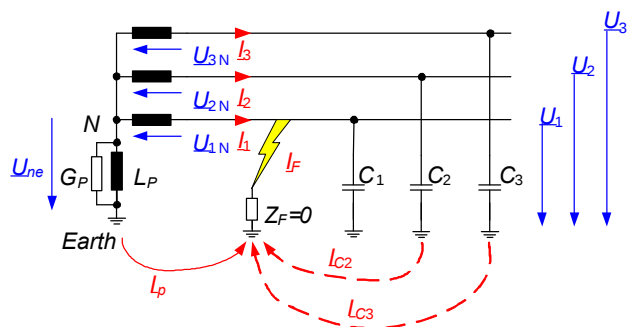

Рис. 2.2: Упрощенная эквивалентная цепь для “подавления замыкания на землю”
В сетях среднего (MV) и высокого (HV) напряжения с “заземлением нейтрали через дугогасящий реактор” ток, протекающий через точку отказа в случае однофазного замыкания на землю, ограничен применением катушки Петерсена. Для этой цели катушка Петерсена отрегулирована в течение исправной работы сети так, чтобы способна была компенсировать емкостный ток, протекающий через место отказа, индуктивным током. *Рис. 2.2* представляет упрощенную эквивалентную цепь, используемую для неисправной распределительной системы, где предусматриваем идеальные симметричные источники трехфазного напряжения и минимальные сопротивления и индуктивности линии.
Для вывода математической модели сделаны следующие предположения (см. Рис. 2.2):